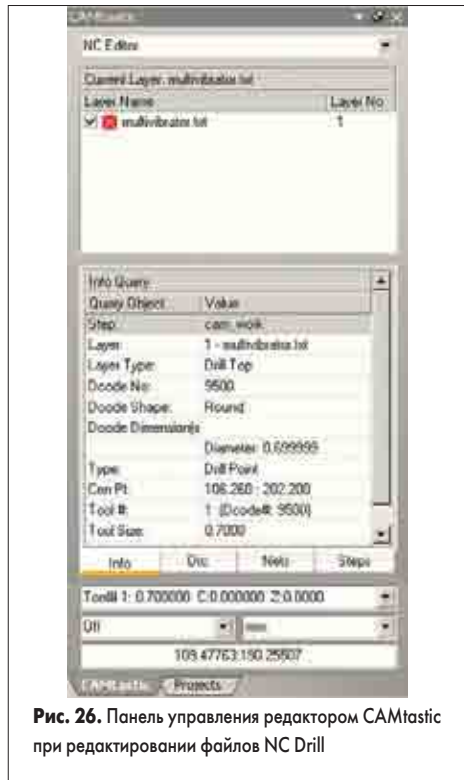

Рис. 26. Панель управления редактором CAMtastic при редактировании файлов NC Drill
6. Нажмем кнопки ОК запустим процедуру импорта. На рабочем столе системы Protel DXP откроется редактор CAMtastic в режиме редактирования NC Drill файлов, о чем свидетельствует вид его панели управления (рис. 26).